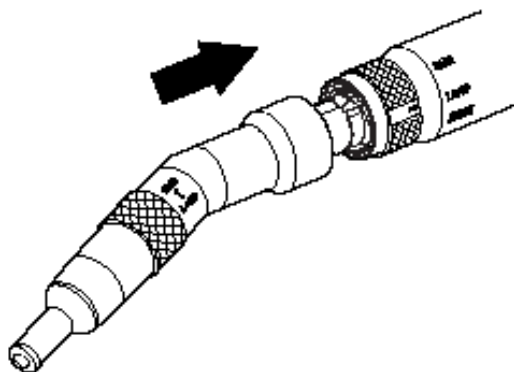

**Figura 4 - Retirar a broca e o mandril**
3. Retirar o mandril da peça de mão (figura 4).